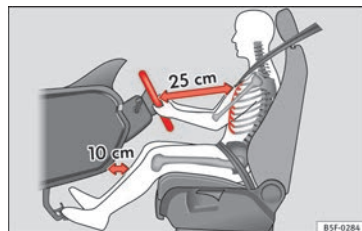

Fig. 82 Distância correta entre o condutor e o volante.
- Ajustar o volante de modo a que a distância entre o volante e o tórax seja de pelo menos 25 cm » **Fig. 82.**
- Regule o banco do condutor de modo a assegurar uma distância mínima de 25 cm entre o tórax e o centro do volante » **Fig. 82.** Se essa distância for inferior a 25 cm, o sistema de airbags não poderá protegê-lo convenientemente.